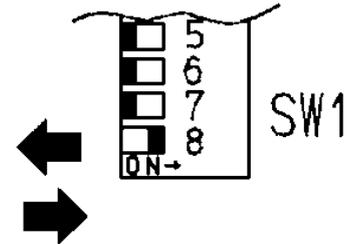

Fig. 5
- Spostare l'interruttore nr.8 della bancata SW1 in posizione 'OFF' e poi di nuovo in posizione 'ON' (Fig.5).